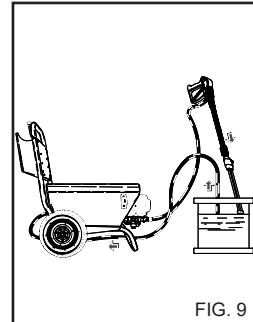

FIG. 9
- Efter brug sammen med rengøringsmidlet skal højtryksvandsystemet skyldes omhyggeligt: Lad pumpen være aktiveret i 1 minut, mens doseringshanen er fuldstændigt lukket. (fig. 9).
4) Efter anvendelse med sæbe skal sugekredsløbet skyllies. Sæt slangen til sæbeindsugning (fig. 9) ned i en dunk med rent vand og lad pumpen køre i ca. 1 minut med spulerøret i sæbetsætningsfunktion.